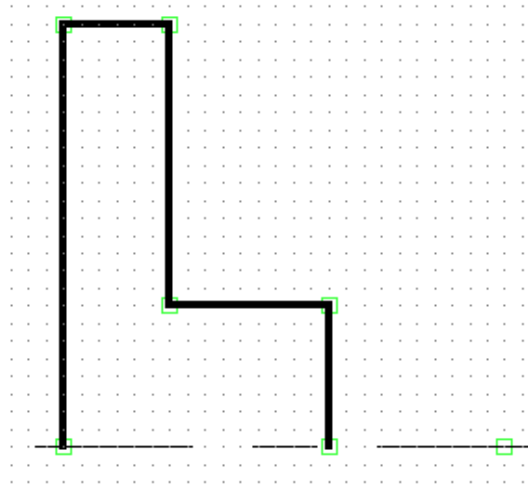

Рис. 1.6. Начало создания чертежа
4) Для завершения вычерчивания половины контура зубчатого колеса проводим линию вертикально вниз до осевой, что должно выглядеть примерно, как показано на рис. 1.6;